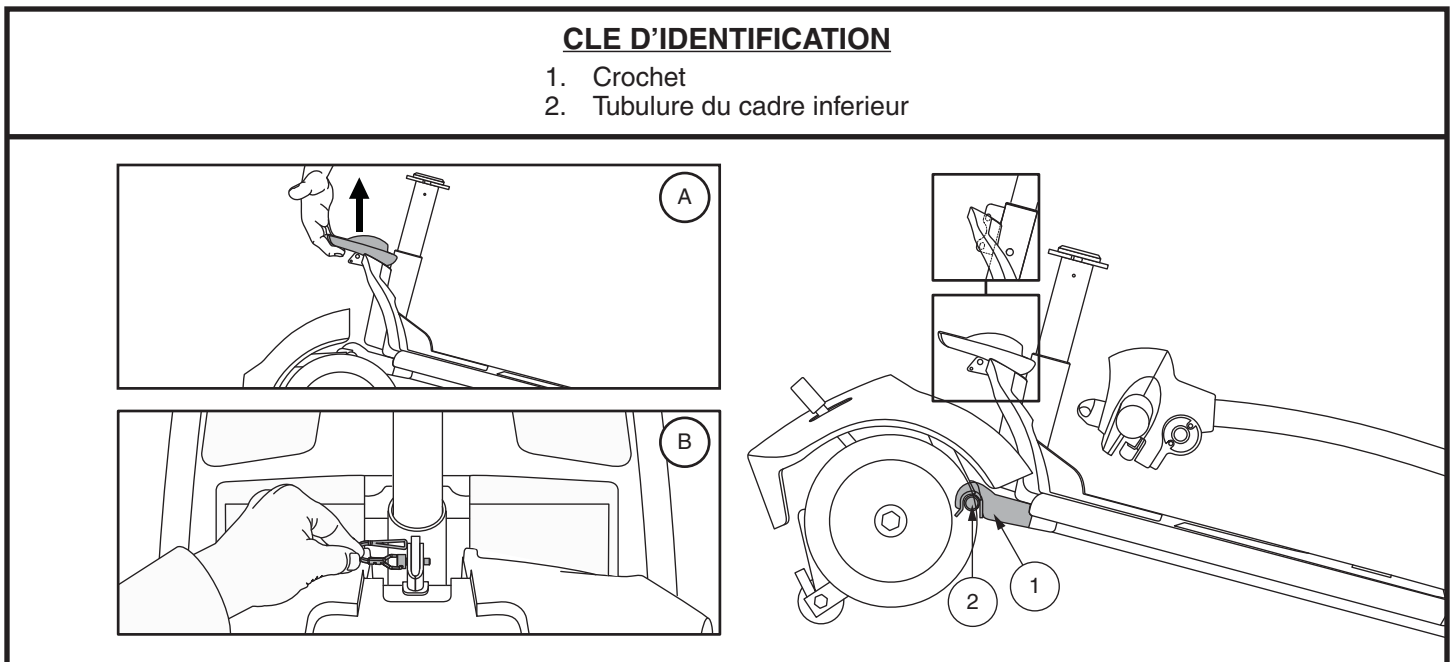

Figure 32. Levier de blocage du cadre (Style A) et Libérez la goupille de verrouillage de blocage du châssis (Style B)
4. Séparez doucement les sections du Travel Scooter. **Voir la figure 32.**
**NOTE:** Avant de débiter l'assemblage, basculez légèrement la section arrière du Travel Scooter vers ses rolettes antibascule tel que montré dans la figure 32.
1. Soulevez la section avant par le levier de blocage (ou le mât du siège sur les modèles 36, 83, et 84) et alignez les crochets avec la tubulure de la section arrière. **Voir la figure 32.**
2. Une fois que les crochets du châssis sont sur le tube inférieur du châssis, abaissez la section inférieure avant et faites pivoter la section arrière simultanément. Ceci engagera le verrouillage du châssis automatiquement pour les modèles 39, 40LX, 40X, 44X, 40E, 44E, 44LX, 49, 50LX, 54LX, 53, 53HD, 54, 54HD, 66, 67, 73, 74, et Jazzy ZTS. Pour les modèles 36, 83, et 84, vous aurez besoin de réinstaller la goupille de verrouillage du châssis pour terminer l'assemblage du corps. **Voir la figure 32.**